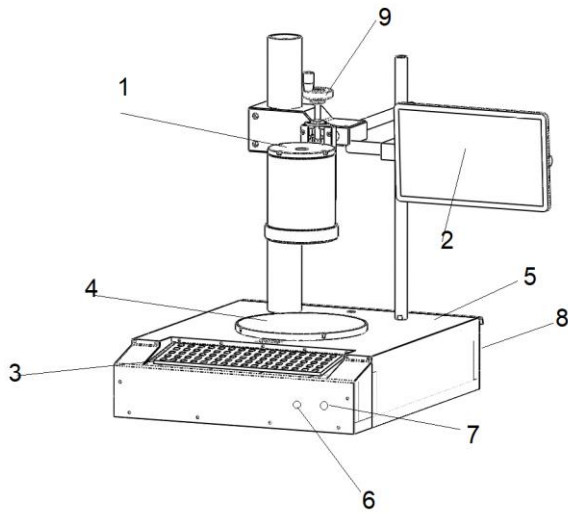

Рис. 3.1. Принципиальная схема установки
**Основными элементами OKO CHECK EASY 70 являются (рис.3.1):**
- индустриальная цветная камера Hikvision automation разрешением 6Mp, полнокадровый объектив с низкими показателями дисторсионных искажений, защитный кожух (1);
- дисплей 13.3 дюймов, разрешение 1920x1080 пикселей (2)
- светильник с предметным стеклом (4)
- порты подключения устройств к установке. USB3.0-2шт (6)
- порт подключения HDMI -1шт (7)
- тумблер включения (8)